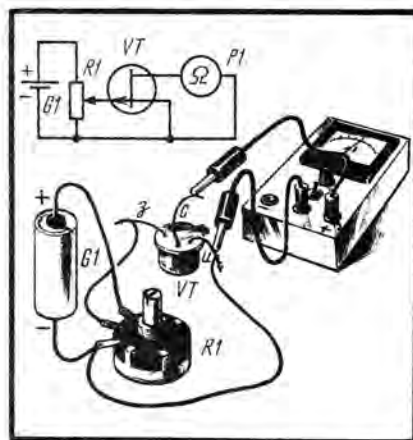

Рис. 2
**Полевой транзистор — переменный резистор (рис. 2).** Подключив между затвором и истоком цепь регулировки напряжения смещения, состоящую из гальванического элемента и переменного резистора, установите движок резистора в нижнее по схеме положение. Стрелка омметра, как и в предыдущих экспериментах, зафиксирует минимальное сопротивление цепи сток-исток.